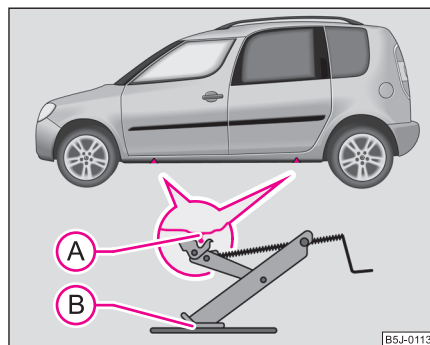

Fig. 173 Changement de roue: Points de prise du cric
- Positionnez le cric au point de prise – en bas du longeron – le plus près de la roue crevée ⇒ fig. 173.